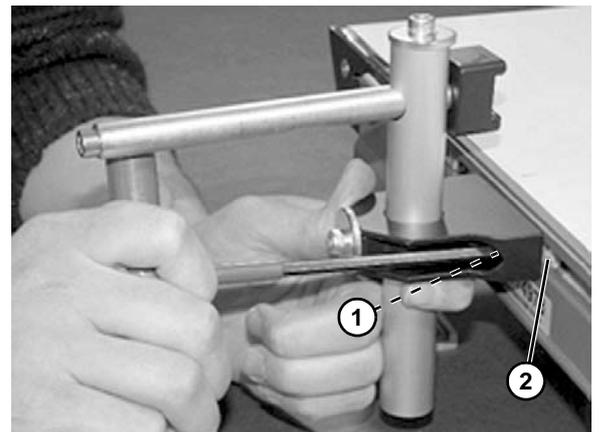

Figure 17
2. Serrer les vis (**Figure 17, élément 1**) en s'assurant que l'écrou en T (**Figure 17, élément 2**) tourne et s'engage dans l'encoche en T.